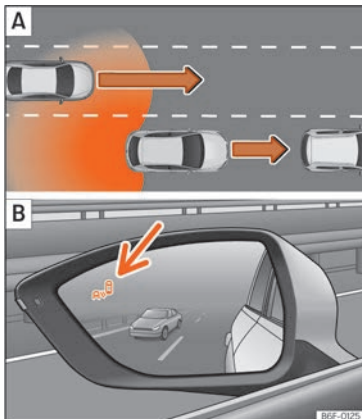

Abb. 162 Schematische Darstellung: [A] Überholvorgang mit Verkehr im hinteren Bereich. [B] Anzeige des Spurwechselassistenten im Außenspiegel links.
In nachfolgenden Situation wird die Anzeige im Außenspiegel »» **Abb. 162** [B] [Pfeil] oder »» **Abb. 163** [B] [Pfeil] dargestellt:
- Bei einer Überholung durch ein anderes Fahrzeug »» **Abb. 162** [A].